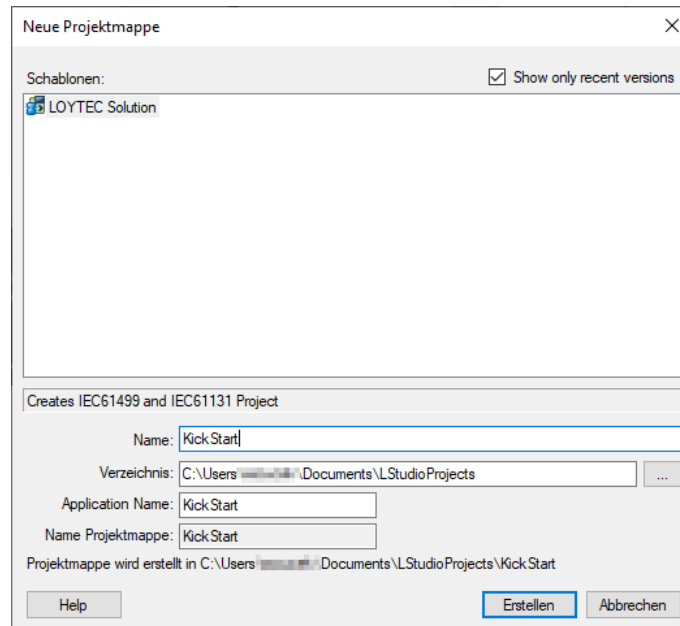

Abbildung 40: Erstellen einer neuen L-STUDIO-Anwendung
2. Erstellen Sie eine neue Anwendung im Menü **Datei → Neu → Projektmappe...** und geben Sie einen Namen wie in Abbildung 40 gezeigt ein.